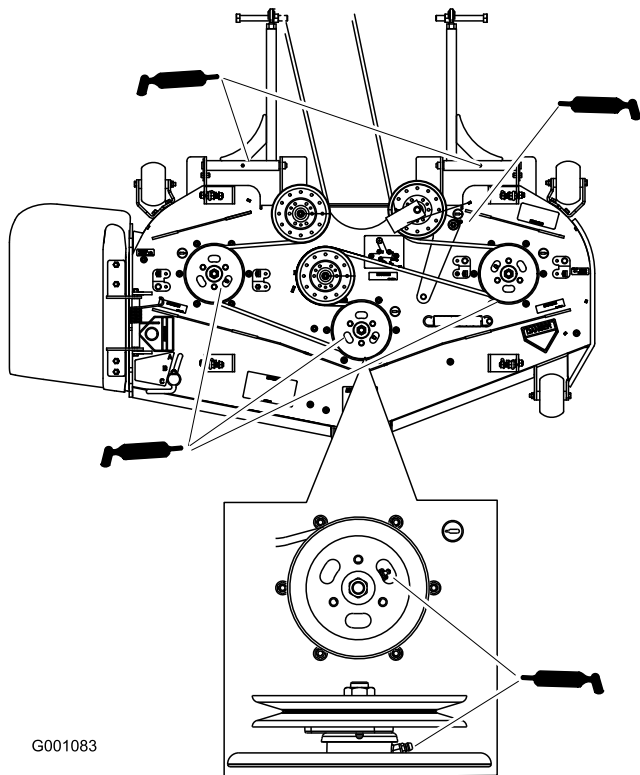

Figura 36
4. Engrase los tres cojinetes de los ejes debajo de las poleas hasta que rezume grasa de las juntas inferiores (Figura 36).
5. Engrase el brazo tensor de la plataforma del cortacésped (Figura 36).
6. Lubrique los puntos de engrase de los brazos de empuje (Figura 36).